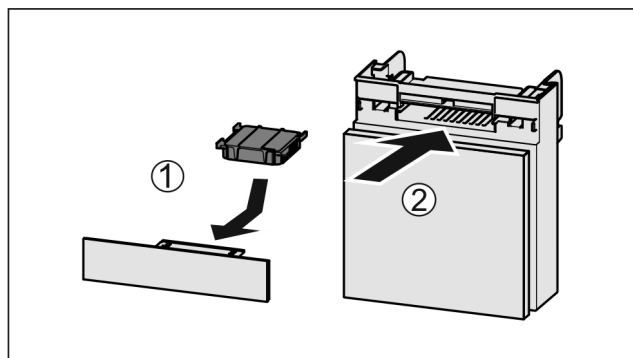

Fig. 143
- ▶ Установите фильтр с активированным углем, как показано на рисунке Fig. 143 (1).
- ▶ Вставьте отделение Fig. 143 (2).